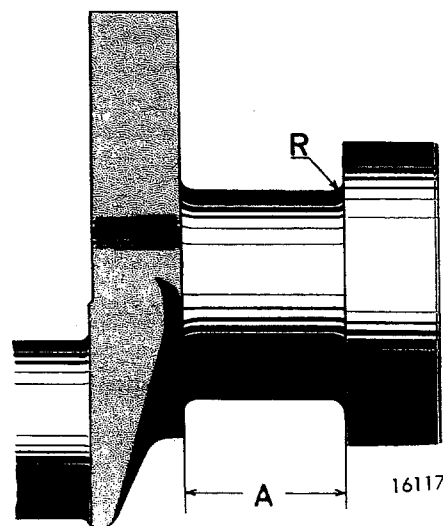

Fig 01—26. Lagertapp
7. Dra av vevaxelns remskiva. Se fig 01—51.